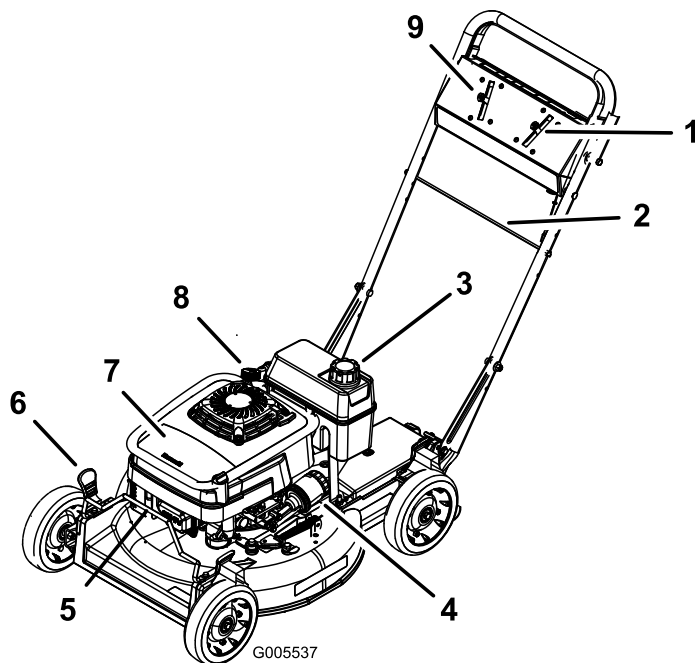

Figure 8
- Placez le levier de changement de vitesses en position point mort (N) (Figure 8).